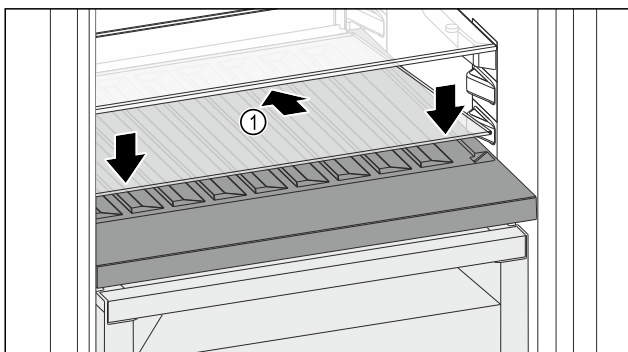

Fig. 167
- ▶ Поставете стъклената плоча Fig. 167 (1) косо и наклонена назад надолу.
- ▶ Спуснете стъклената плоча Fig. 167 (1) отпред.